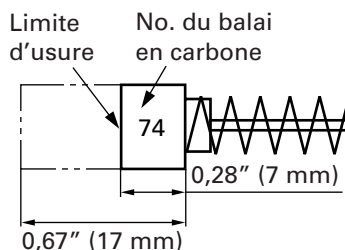

Fig. 12
## 3. Contrôle des balais en carbone (Fig. 12)
**REMARQUE:** Utiliser le balai en carbone HITACHI No. 74 indiqué sur la Fig. 12.